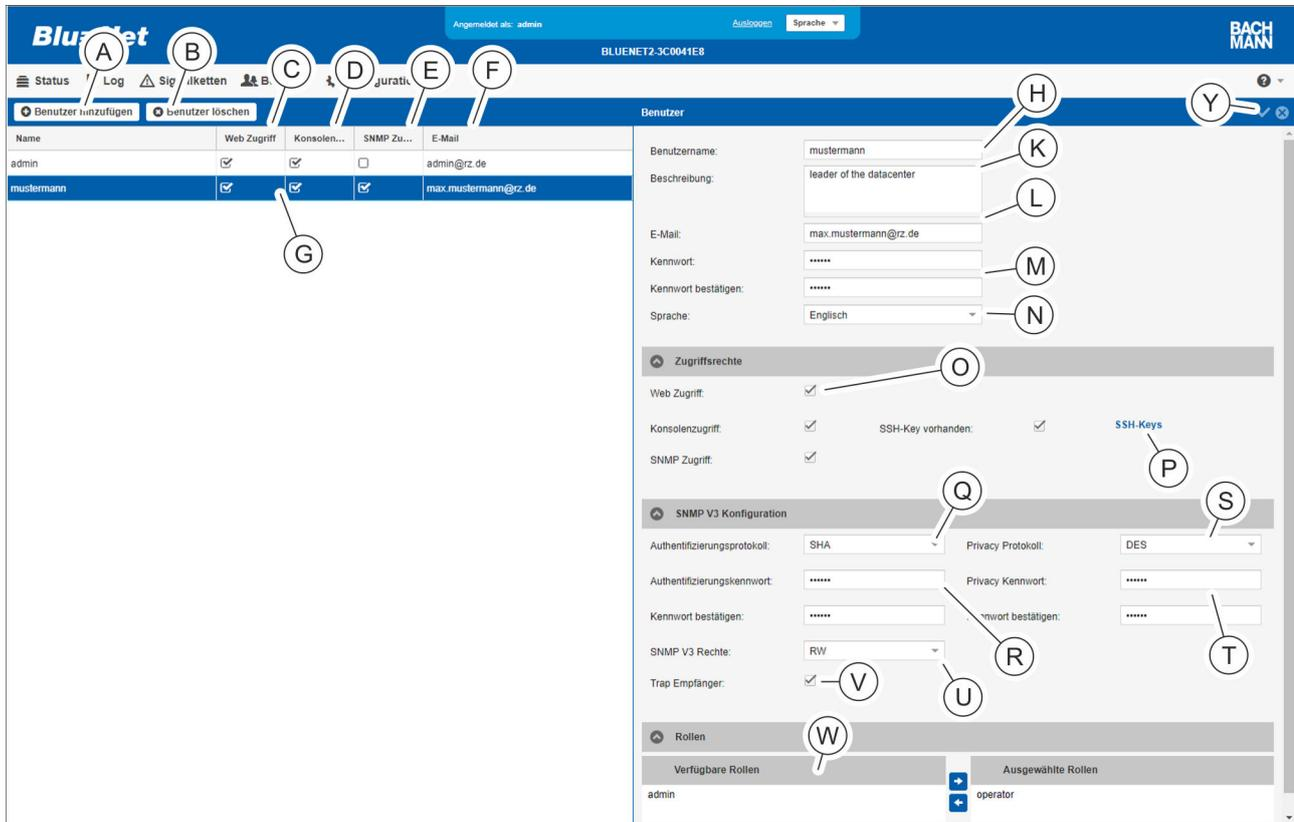
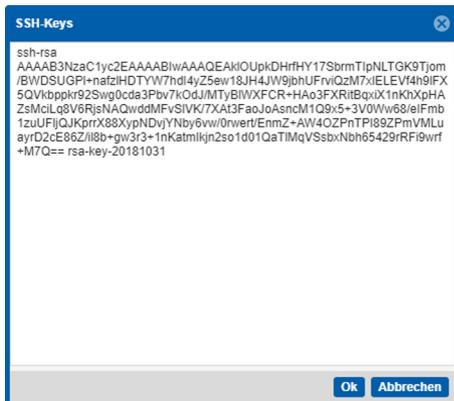

Abb. 134: Menü "Benutzer"
Abb. 135: SSH-Key einfügen
2. ➤ Über die Schaltfläche „Benutzer hinzufügen“ (Abb. 134/Ⓐ) einen neuen Benutzer anlegen.
Um einen bestehenden Benutzer zu modifizieren, den betreffenden Benutzer in der Liste auswählen (Abb. 134/Ⓒ).
3. ➤ Benutzernamen eingeben (Abb. 134/Ⓜ).
4. ➤ Bei Bedarf eine Beschreibung für den Benutzer eingeben (Abb. 134/Ⓝ).
5. ➤ E-Mail-Adresse eingeben (Abb. 134/Ⓞ).
6. ➤ Kennwort für den Zugriff auf die PDU eingeben und bestätigen (Abb. 134/Ⓟ).
7. ➤ Sprache auswählen (Abb. 134/Ⓠ).
8. ➤ Über die Checkboxen Zugriffsrechte für „Web Zugriff“, „Konsolenzugriff“ und/oder „SNMP Zugriff“ erteilen (Abb. 134/Ⓡ).
9. Über die Schaltfläche „SSH-Keys“ können für Key-basierte SSH-Anmeldungen SSH-Keys hinterlegt werden (Abb. 134/Ⓢ). Einen oder mehrere SSH-Keys in das Fenster „SSH-Keys“ (Abb. 135) kopieren und mit der Schaltfläche „OK“ bestätigen.
10. Im Bereich „SNMP V3 Konfiguration“ bei Bedarf ein Authentifizierungsprotokoll auswählen (Abb. 134/Ⓢ).
11. Authentifizierungskennwort eingeben und bestätigen (Abb. 134/Ⓢ).
12. Bei Bedarf ein Privacy-Protokoll auswählen (Abb. 134/Ⓢ).
13. Ein Privacy-Kennwort eingeben und bestätigen (Abb. 134/Ⓢ).
14. SNMP-V3-Rechte erteilen (Abb. 134/Ⓢ).
15. Checkbox „Trap Empfänger“ aktivieren, wenn der Benutzer als Trap-Empfänger verfügbar sein soll (Abb. 134/Ⓢ).
- 16.** Im Feld „*verfügbare Rollen*“ eine Benutzerrolle auswählen und über die Schaltfläche „→“ ins Feld „*ausgewählte Rollen*“ schieben (Abb. 134/Ⓜ).
- 17.** Einstellungen über die Schaltfläche „*Speichern*“ (Abb. 134/Ⓞ) übernehmen.
Um einen bestehenden Benutzer zu löschen, den gewünschten Benutzer auswählen (Abb. 134/Ⓢ) und die Schaltfläche „Benutzer löschen“ (Abb. 134/Ⓢ) anklicken. Im Anschluss erscheint ein Abfragedialog, der bestätigt werden muss.